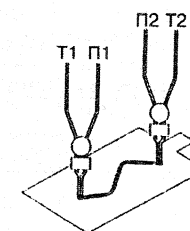

Рис. 4.
5. Для измерения сопротивления участка цепи подключить 2 зажима как показано на рис. 4.